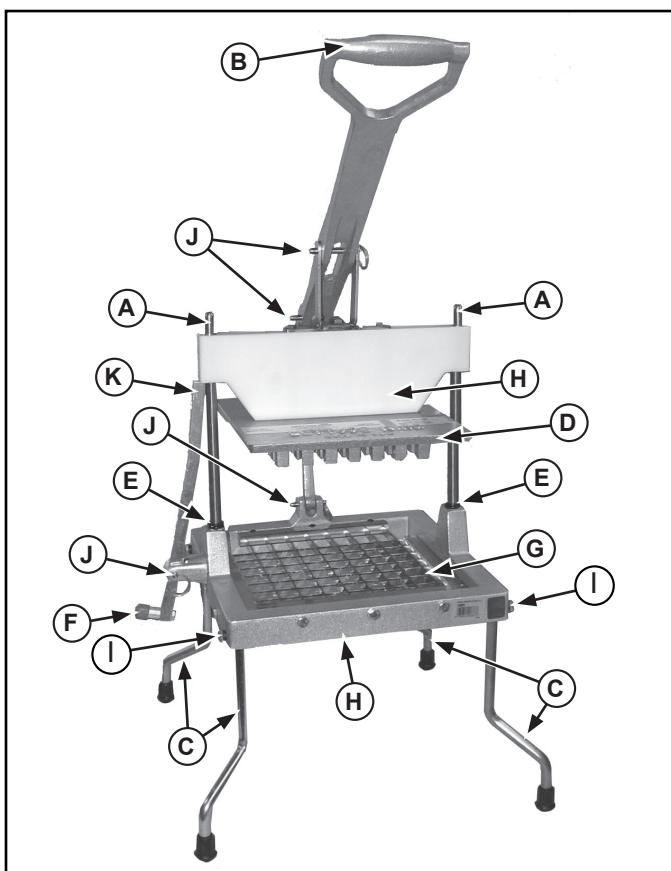

Figura 2. Características y controles, Lettuce King IV.
2. Fije las patas (C) en los orificios del conjunto de la base (D) de modo que la parte angular de la pata quede orientada hacia afuera. Consulte la Figura 2.
3. Afiance las patas (C) al conjunto de la base (D) con los tornillos (A) y las arandelas (B). Consulte la Figura 2.
Lettuce King IV: Sujete el mango (B), retire la mano de área del conjunto de hojas y colóquela en la palanca de traba (F). Oprima la palanca de traba (F) para liberar el brazo de traba del cabezal de empuje (D). Consulte la Figura 2.
4. Retire los tornillos que sostienen el conjunto de hojas (I). Retire y deseche cuidadosamente los conjuntos de hojas. Consulte la Figura 2.
5. Examine el cabezal de empuje (D). Si están mellados o presentan rebabas, alise los bordes ásperos con una lima plana pequeña.
6. Verifique que las protecciones de las hojas (BB) estén instaladas en el conjunto de hojas (DD y CC). Consulte la vista detallada de la unidad Lettuce King IV.
7. Coloque el conjunto de hojas inferior (CC) en el bastidor (H) de modo que quede correctamente ubicado con el lado filoso hacia arriba.
8. Instale los tornillos en el lado izquierdo del conjunto de hojas (CC). Apriételos hasta que hagan contacto con el bastidor (H). Gire el tornillo hasta que quede apretado, sin exceder el 1/2 giro o los 0.5 kg. metros (40 pulg. lbs.)
9. Coloque la arandela de goma entre el bastidor derecho (H) y el conjunto de hojas (CC). Introduzca los tornillos por el bastidor y la arandela de goma en el conjunto de hojas. Gire el tornillo hasta que quede apretado, sin exceder el 1/2 de giro o los 0.5 kg. metros (40 pulg. lbs.)
10. Coloque el conjunto de hojas superior (DD) en el bastidor (H) de modo que quede correctamente ubicado con el lado filoso hacia arriba.
11. Instale los tornillos en el lado delantero del conjunto de hojas (DD). Apriételos hasta que hagan contacto con el bastidor (H). Gire el tornillo hasta que quede apretado, sin exceder el 1/2 giro o los 0.5 kg. metros (40 pulg. lbs.)
12. Coloque la arandela de goma entre el bastidor posterior (H) y el conjunto de hojas (DD). Introduzca los tornillos por el bastidor y la arandela de goma en el conjunto de hojas. Gire el tornillo hasta que quede apretado, sin exceder el 1/2 giro o los 0.5 kg. metros (40 pulg. lbs.)